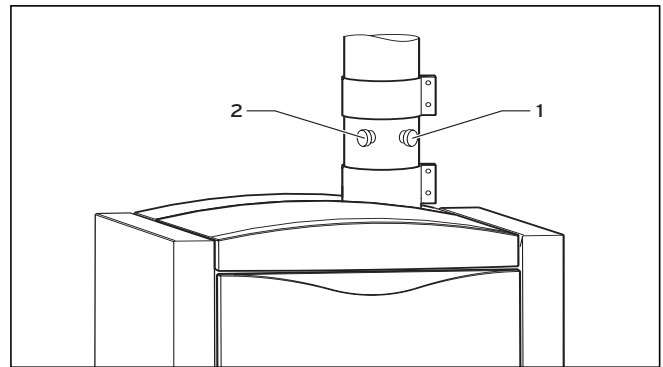

Abb. 7.3 Prüföffnungen
- Aktivieren Sie den Schornsteinfeger-Betrieb, indem Sie gleichzeitig die Tasten „-“ (3) und „+“ (4) des DIA-Systems drücken.
- Schrauben Sie die Verschlusskappen von den Prüföffnungen (1) und (2) (siehe Abb. 7.3) ab.
- Nehmen Sie Messungen im Abgasweg am Prüfstutzen (1) vor (Eintauchtiefe: 110 mm). Messungen im Luftweg können Sie am Prüfstutzen (2) vornehmen (siehe Abb. 7.3) (Eintauchtiefe: 65 mm).
- durch gleichzeitiges Drücken der Tasten „-“ (3) und „+“ (4)
- Schrauben Sie die Verschlusskappen wieder auf die Prüföffnungen (1) und (2) (siehe Abb. 7.3).